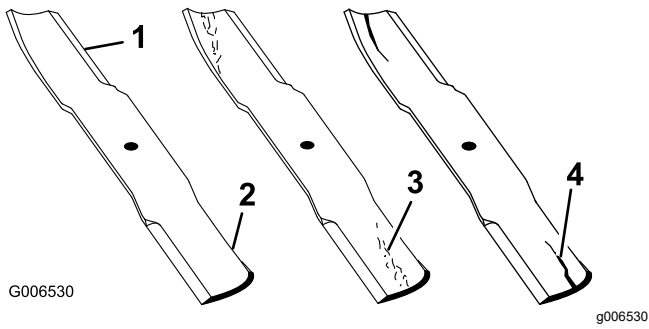

Рисунок 65
1. Перевірте ріжучі кромки (Рисунок 65).
4. Якщо у цій зоні було помічено тріщини, сліди зношування або утворення канавок, негайно встановіть новий ніж (Рисунок 65).